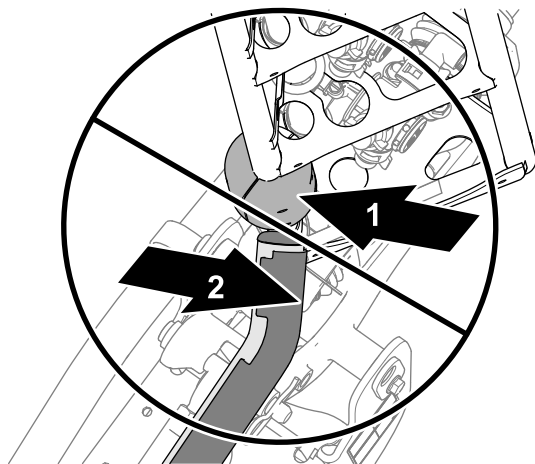
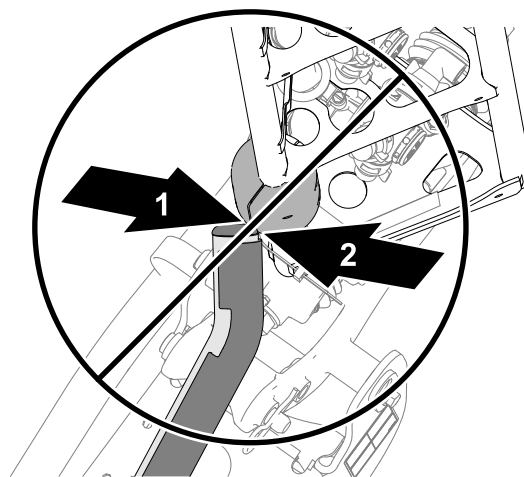
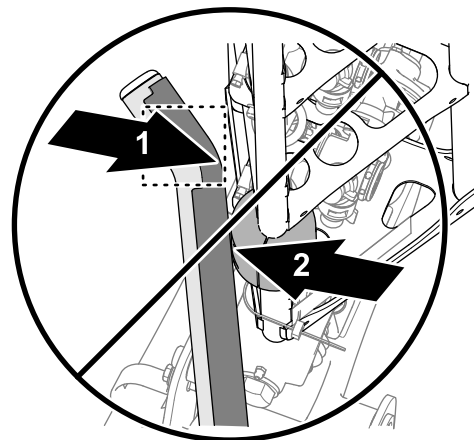

図 6
図 7
図 8
5. もしどちらかの上側クレードルチューブの調整がスライドブロックに合っていない 図 6や図 7や図 8場合には、クレードルの位置調整を行う **クレードルとブームを整列させる** (ページ 77)を参照。